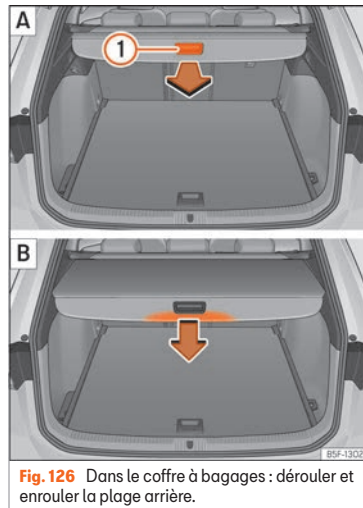

Fig. 126 Dans le coffre à bagages : dérouler et enrouler la plage arrière.
- Tirez uniformément sur la plage arrière par la poignée » » fig. 126 ① [A] vers l'arrière puis retirez-la jusqu'en butée jusqu'à ce qu'elle s'encastre de manière audible.
- Appuyez sur la poignée de la plage arrière dans le sens de la flèche jusqu'à la débloquer » » fig. 126 [B].